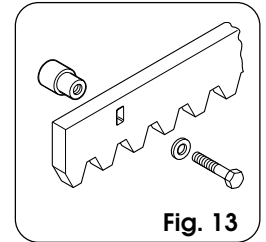

Fig. 13
4.4.1. CREMALLERA DE ACERO PARA SOLDAR (Fig.13)